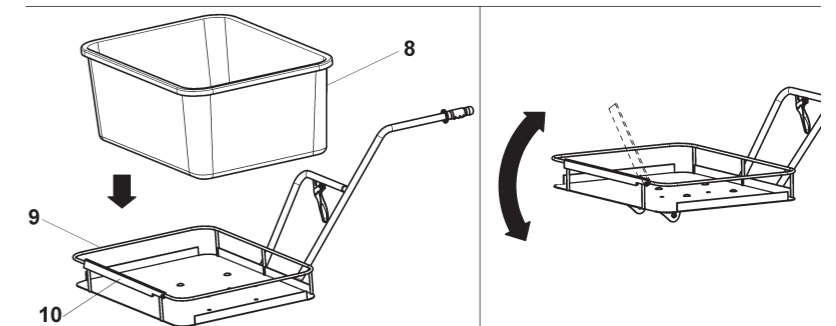

FIG. 6
**RIBALTAMENTO CASSA (Fig. 6):** La macchina è provvista di una leva per lo sgancio della cassa, in modo da permettere il rovesciamento del contenuto, questa si aggancia automaticamente quando si riporta la cassa in piano. Controllare il corretto aggancio.
**RECLINING COLLECTOR (Fig. 6)** . The unit is equipped by a lever for the collector unclamping in order to allow the stuff contained to be unloaded. Such lever automatically clamps when the collector is on a plain. Please check the correct clamping.
**Renversement de la cuve (Fig. 6)** : la machine est équipée d' un levier pour le décrochement de la cuve , afin de permettre le renversement du contenu. Le levier s'accroche automatiquement quand on met la cuve en position horizontale. Contrôler que l'accrochage est correct .
**KIPPEN DER KISTE (ABB. 6):** Die Maschine ist mit einem Hebel zum Lösen der Kiste ausgestattet, um den Inhalt umdrehen zu können. Dieser hakt sich automatisch ein, wenn die Kiste wieder eben steht.
**VUELCO DE LA MÁQUINA: (Fig. 6):** la máquina está equipada con una palanca para el desenganche de la caja para poder descargar el contenido; la caja se engancha automáticamente volviendo a la posición en plano. Comprobar siempre el correcto enganche del accesorio.